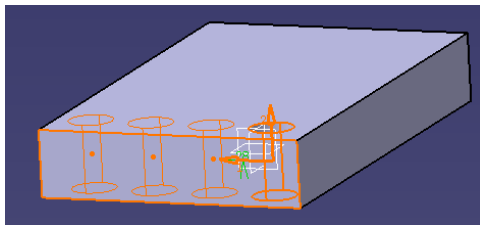

图 3-47
(2) 对话框的 Instants 和 Spacing 中输入适当的值（4 和 28mm），见图 3-47。